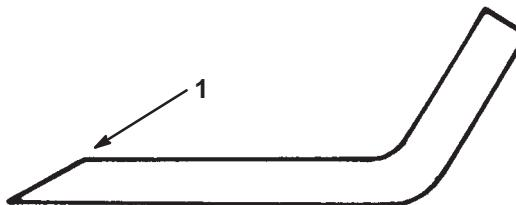

Bild 20
1. Schärfen Sie die Schneidkante an beiden Enden des Schnittmessers mit einer Feile (Bild 20). Behalten Sie den ursprünglichen Winkel bei. Das Schnittmesser behält seine Auswuchtung bei, wenn von beiden Schneidkanten die gleiche Materialmenge entfernt wird.